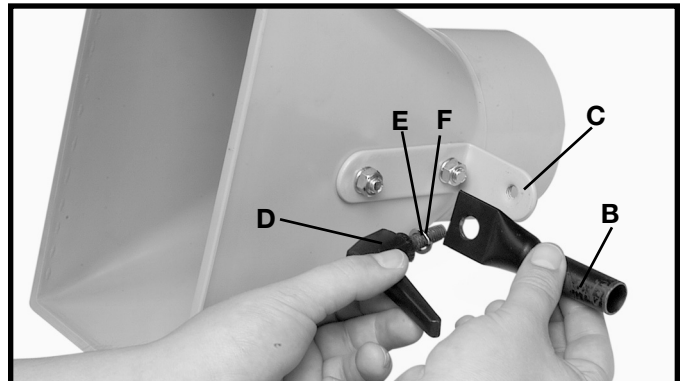

Fig. 13
7. Sujete la ménsula del soporte superior (B), Fig. 13, al angular del soporte de la entrada (C) con la palanca de fijación ajustable (D). **NOTA: COLOQUE UNA M8.4 ARANDELA PLANA (E) ARANDELA DE SEGURIDAD DE 5/16" (F), FIG. 13, EN EL TORNILLO DE LA PALANCA DE FIJACIÓN ANTES DE REALIZAR LA SUJECIÓN AL ANGULAR DEL SOPORTE DE LA ENTRADA.**